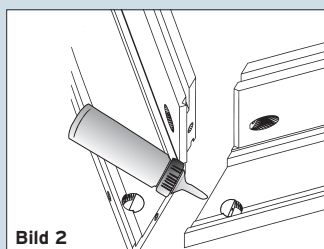

Bild 2
2. Gehrungsfläche bei der Falzverkleidung beleimen, beim Futterquerteil nur Leimpunkte im Fräsfalz (Bild 2).